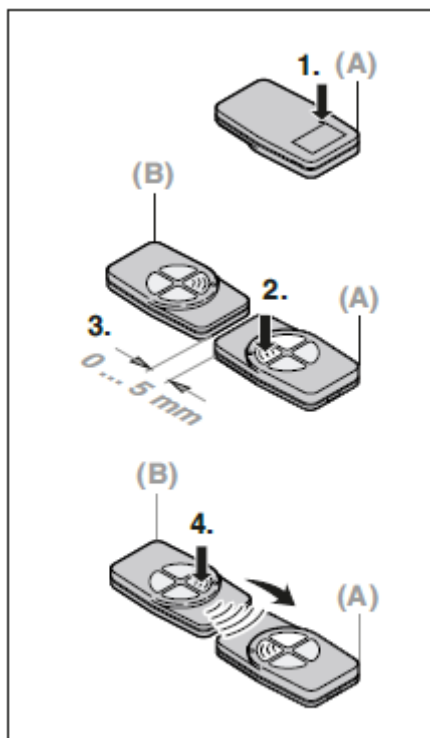

Fig. 3
4.3 Een toetsfunctie kopiëren (fig. 3)